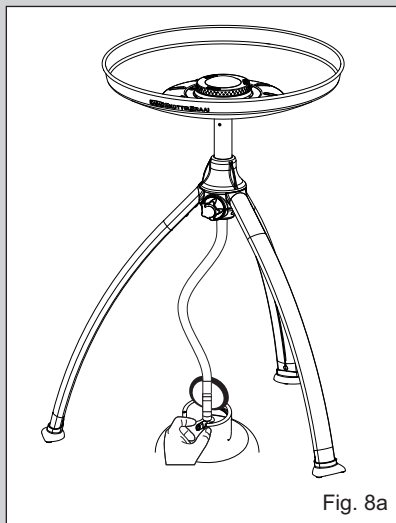

Fig. 8a
- Stel de vlamgrootte af op de gewenste stand door de regelknop (K) rechtsom te draaien om de vlam kleiner te maken en linksom om deze groter te maken (Zie fig.8a & b).
- Na gebruik, eerst de gaskraan op de gasfles dichtdraaien (indien van toepassing). Wanneer de vlam gedoofd is, de regelknop (K) op het toestel dichtdraaien door de regelknop volledig rechtsom draaien.
- Aansteken met een lucifer of een barbecue aansteker (Zie fig. 8a en 8b).